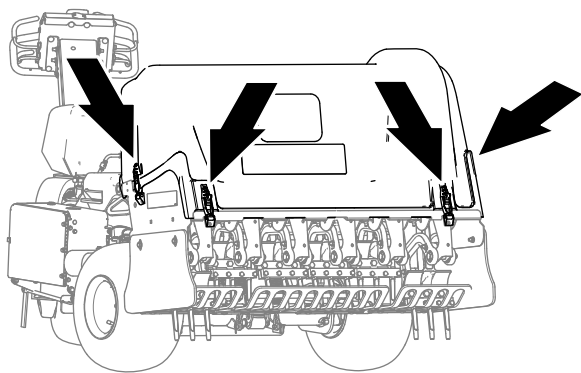
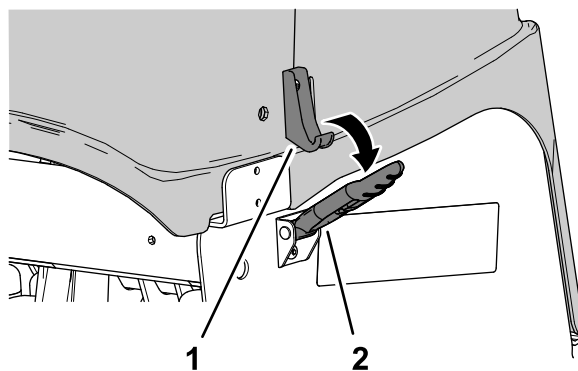

Figura 137
Figura 139
4. Sganciate la copertura della testa di carotaggio agendo sui 4 fermi (Figura 137 e Figura 139).